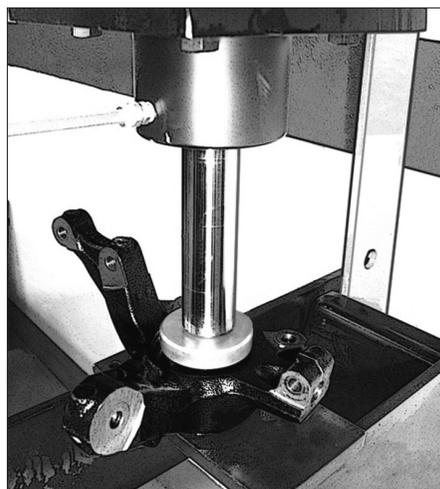

Fig. 15
- A l'aide d'une presse hydraulique, reposer le roulement neuf (Fig.15).